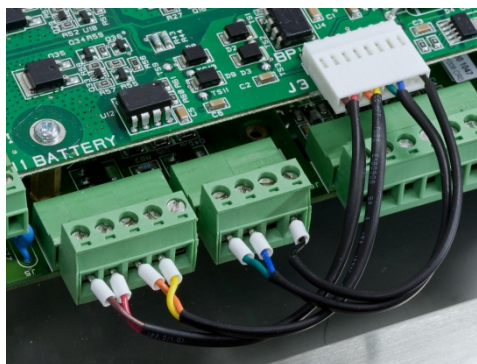

Figura 3-30: Conexão da placa IND560x-PAB (J3) ao IND560x (J4/J5)
8. É necessário fazer conexões adicionais entre o terminal J3 da placa IND560x-PAB e os terminais J4 e J5 da placa principal do IND560x (Figura 3-30). A Tabela A-7 indica os códigos de cores dos fios da conexão. Instale o conector incluído no kit da IND560x-PAB seguindo estes códigos de ligação.